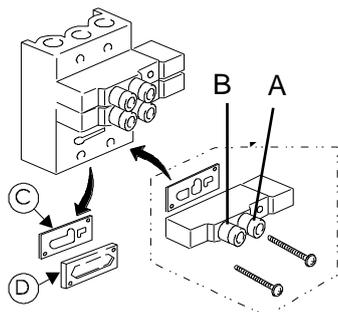

図 7
- (1) フィルタレギュレータの圧力調整ノブを回してエア圧力を 0 にし、残圧を取り除きます。
- (2) ミシン本体左側のカバーを取り外し、図 7 のように電磁弁からプランキングプレート D とパッキン C を取り外し、付属の電磁弁を取り付けます。この時、エア漏れを防ぐ為に必ず付属のパッキンを取り付けて下さい。